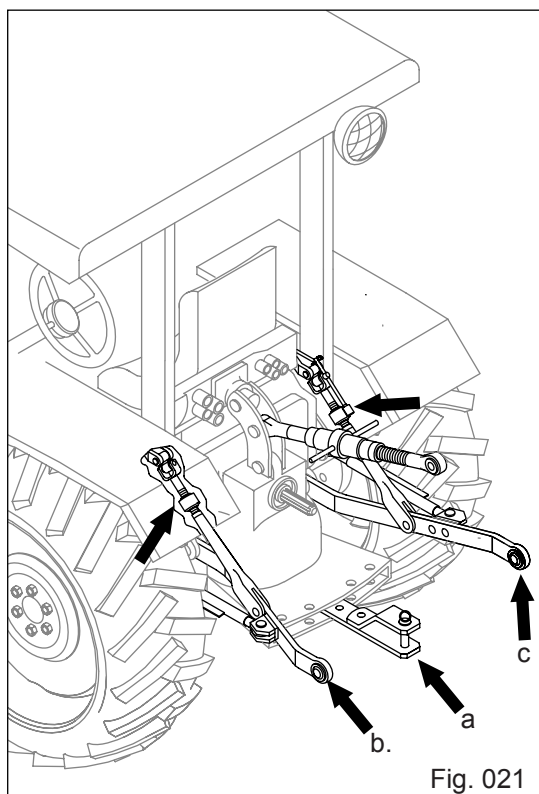

Fig. 021
- b) Quite el brazo del tercer punto ("a" Fig. 021) y acople en la torre del implemento.
- d) Acople el brazo del primer punto ("b" Fig. 021) en el agujero de enganche del lado izquierdo del implemento, ponga el perno de bloqueo.
- e) Acople en el tractor el brazo del tercer punto ("a" Fig. 021) que ya está acoplado en la torre del implemento. Utilice el reglaje de la longitud del brazo del tercer punto, coloque el perno de bloqueo.
- f) Acople el brazo del segundo punto ("c" Fig. 021) al agujero de enganche del lado derecho del tractor. Utilice el extensor y mecanismo de reglaje de la longitud del brazo; ponga el perno de bloqueo.